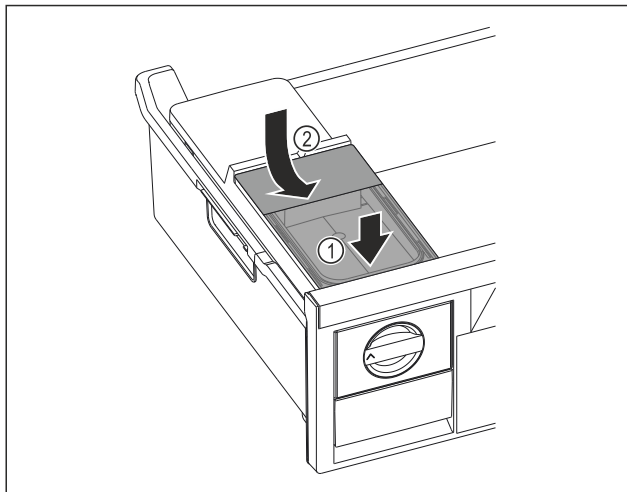

Fig. 157
- Așezați în față rezervorul de apă. Fig. 157 (1)
- Coborâți în spate rezervorul de apă. Fig. 157 (2)